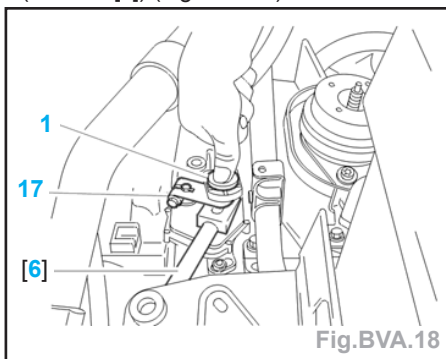

Fig.BVA.18
Impératif : Pour clipper la rotule (1), mettre une butée sous le levier de sélection (17) (ex. outil [6]) (Fig.BVA.18).